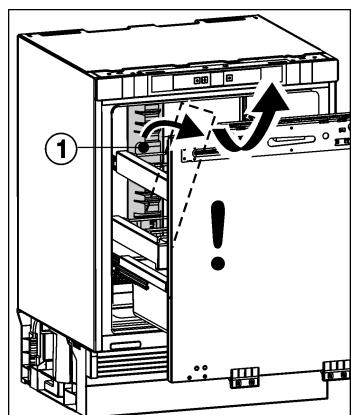

Fig. 3
- Gire lateralmente la pieza de protección para el transporte Fig. 3(1) y extrágala hacia delante.